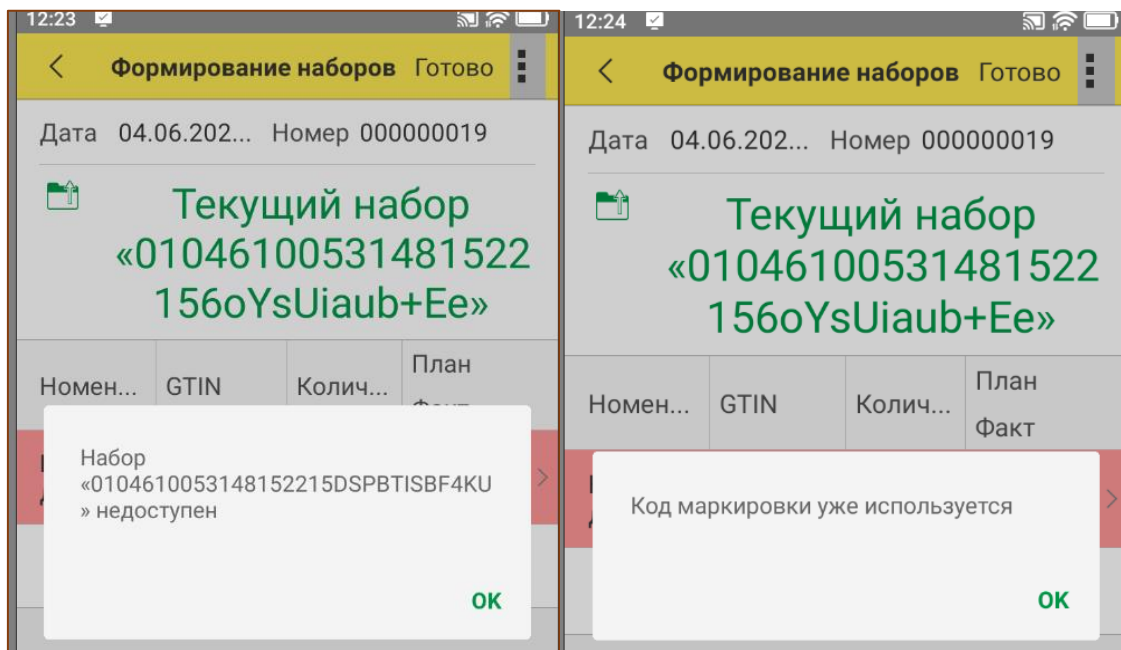

Рис. 9.11 – Пример ошибок
- При попытке сканирования КИН или КМ, находящегося в другом наборе, программа выдаст ошибку (Рис. 9.11).